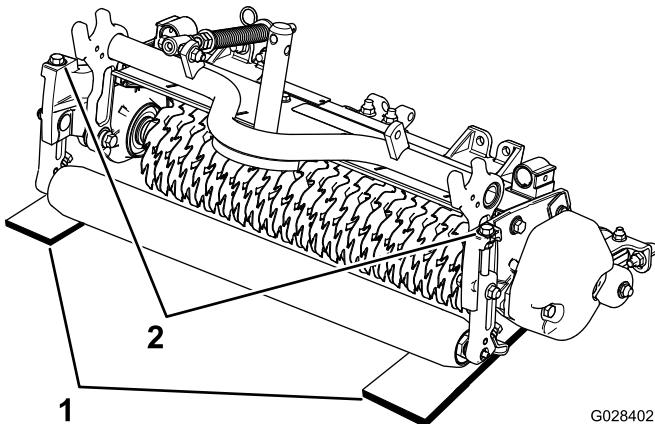

Рисунок 9
- Разместите две измерительные планки, соответствующие требуемой глубине проникновения ножа, под передним и задним роликами барабана вертикултера, на каждом краю барабана (Рисунок 9).